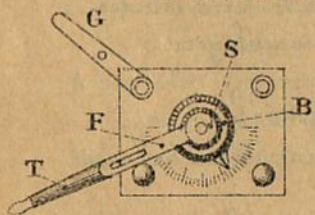

Fig 2
1o Une première démultiplication du bouton de commande du condensateur réglable de syntonie, permettant d'avoir plus de précision dans l'accord, peut être obtenue en bloquant la manette à fente graduée (F) sur le bouton principal B du condensateur. Pour cela il suffit de visser fortement le petit bouton molette supérieure (S) sur la manette. Celle-ci sera allongée à l'aide du tube creux à bout blanc. (Fig. 2).